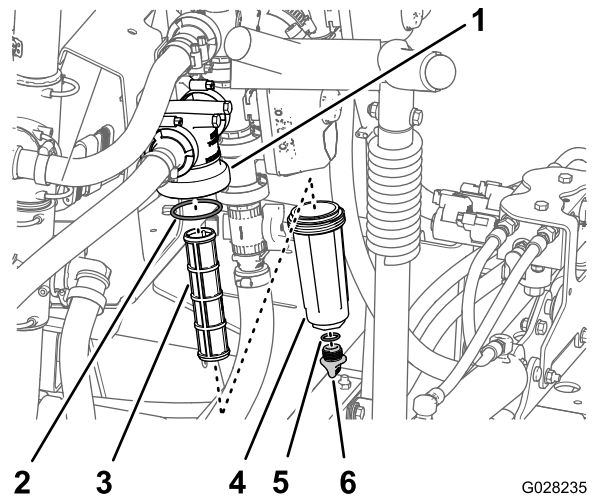

図 109
2. 圧力フィルタの下に受け容器をおく 図 109。
3. 圧力フィッティングのドレンプラグを左に回して外す 図 109。
4. ボウルを左に回してフィルタヘッドから外す 図 109。
5. 古い圧力フィルタエレメントを外す 図 109。
6. ドレンプラグの O リングボウルの内側とボウルの O リングフィルタヘッドの内側に傷や破損がないか点検する 図 109。
7. 新しい圧力フィルタエレメントをフィルタヘッドに取り付ける 図 109。
8. フィルタヘッドにボウルを取り付けて手締めする 図 109。
9. ボウルにプラグを取り付けて手締めする 図 109。